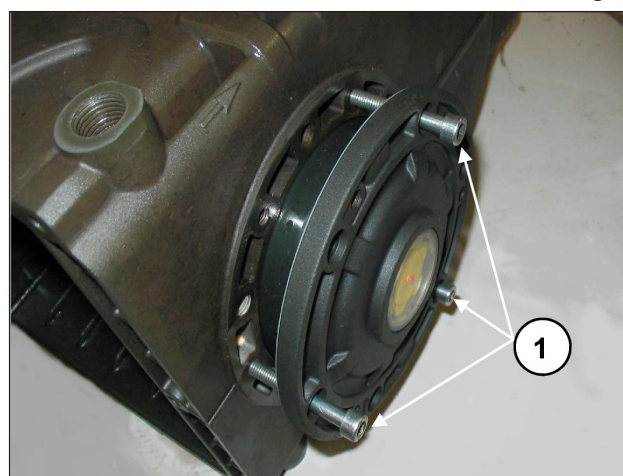
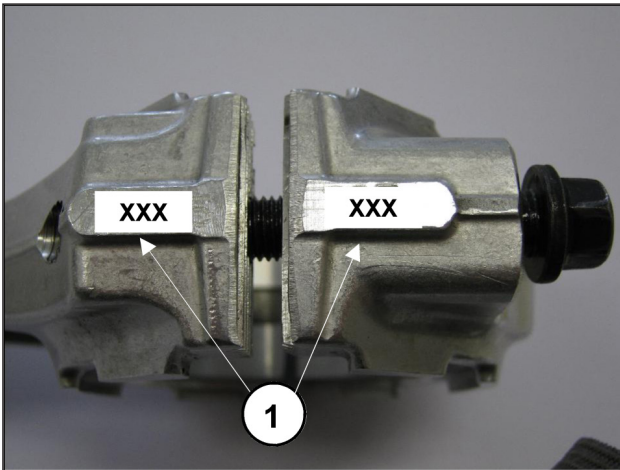

Fig. 8
Fig. 9
Para facilitar la introducción del primer tramo y de la correspondiente introducción de las tapas sobre el cárter, se recomienda utilizar N° 3 tornillos M6 x 40 parcialmente roscados, (Fig. 8, pos. ①) para después completar la operación con los tornillos incluidos en la dotación (M6x18).
- Acoplar los sombreretes de la biela a los correspondientes cilindros siguiendo la numeración (Fig. 9, pos ①).
Para acercar las dos tapas laterales al cárter se pueden utilizar 3 tornillos M6x40 para una primera fase de orientación, como se indica en la Fig. 8, y los tornillos previstos para la fijación final.
Después de haber desmontado las tapas laterales, tal y como se indica en el punto 2.1.1, retirar el casquillo externo de los cojinetes de las correspondientes tapas y el casquillo interno con la parte restante del cojinete, de los dos extremos del eje utilizando un normal "arrancapasador" o herramienta equivalente como se indica en las Fig. 8 y Fig. 9.